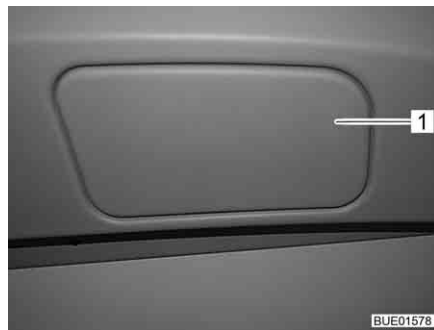
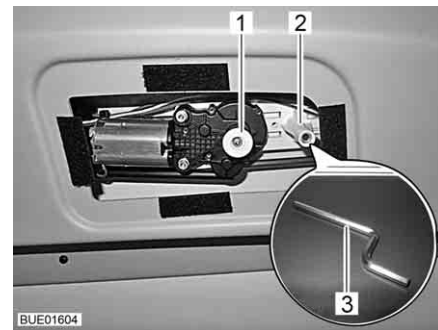

Fig. 108 Recouvrement du dispositif de déverrouillage de secours
Fig. 109 Dispositif de déverrouillage de secours du dispositif occultant du pare-brise
- Soulever le recouvrement (Fig. 108,1) du dispositif de déverrouillage de secours situé dans le plafond de la cabine de conduite avec un objet plat (une pièce de monnaie par ex.).
- Ficher la branche longue de la clé à six pans fournie (Fig. 109,3) dans la réception (Fig. 109,2).
- Appuyer sur le bouton (Fig. 109,1).
- Tirer sur le bouton (Fig. 109,1) et mettre le cache (Fig. 108,1) en place.